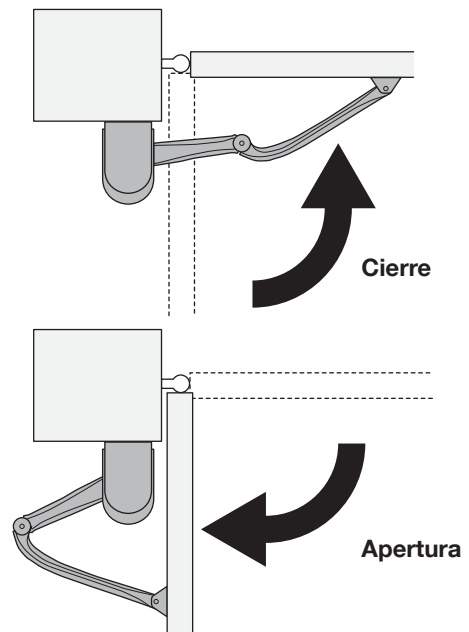

Fig.17
06. Compruebe manualmente que la apertura y el cierre de la hoja de la puerta se detengan en los puntos deseados **fig. 17**;